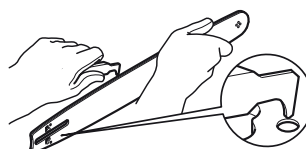

Fig. 48
- > Pour nettoyer les résidus accumulés dans les rails du guide-chaîne [4], utilisez un tournevis, un couteau de vitrier, une brosse métallique ou autre outil similaire. Cela permettra une meilleure circulation de l'huile afin que la chaîne et le guide-chaîne (4) soient correctement graissés en permanence. [3] (Fig. 48).